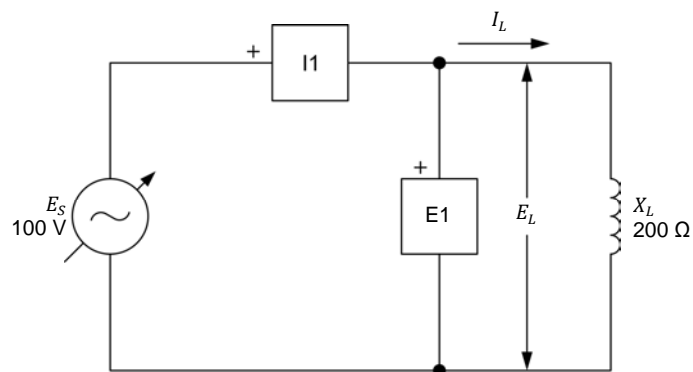

Figure 3-6. Circuit ca contenant une bobine et installé pour des mesures de puissance.
24. Montez le circuit montré dans la figure 3-6.